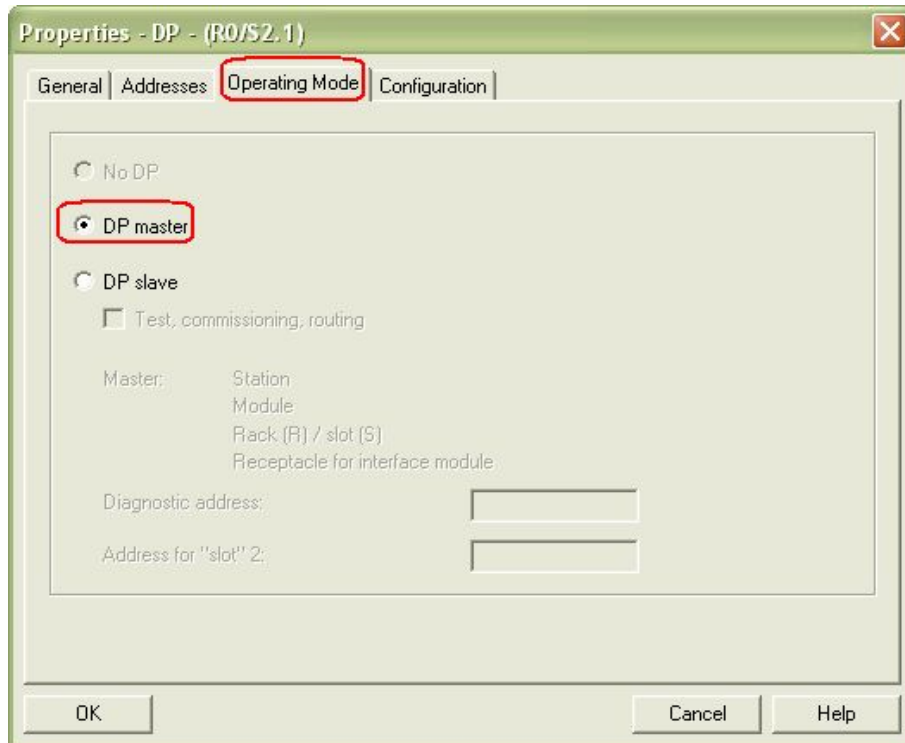

图 9 DP 接口为主站
- 然后在 DP 属性设置对话框中，选择“Operating Mode”标签，选择“DP Master”操作模式。如图 9 所示。